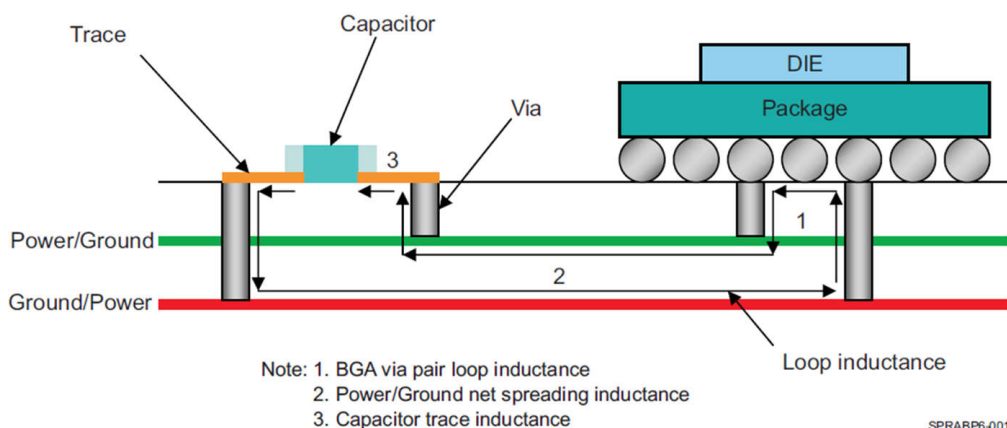

図 2-1. PCB で層の割り当てを最適化することで、ループのインダクタンスを最小化します
- 電源プレーンとグランドプレーンのペアは、PCB の上面と底面にできる限り近づけて配置します (図 2-1 を参照)。これにより、デカップリング コンデンサ、ビア、および電源/グランドプレーン ペアの拡散ループ インダクタンスの関連ループ インダクタンスを最小限に抑えることができます。
PCB 上のコンデンサの配置に関連するインダクタンスと抵抗の実装に加えて、デカップリング コンデンサの有効性は、負荷に対してコンデンサが認識する拡散インダクタンスと抵抗にも依存します。拡散インダクタンスと抵抗は、PCB スタックアップでの層の割り当てに大きく依存します (図 2-1 を参照)。